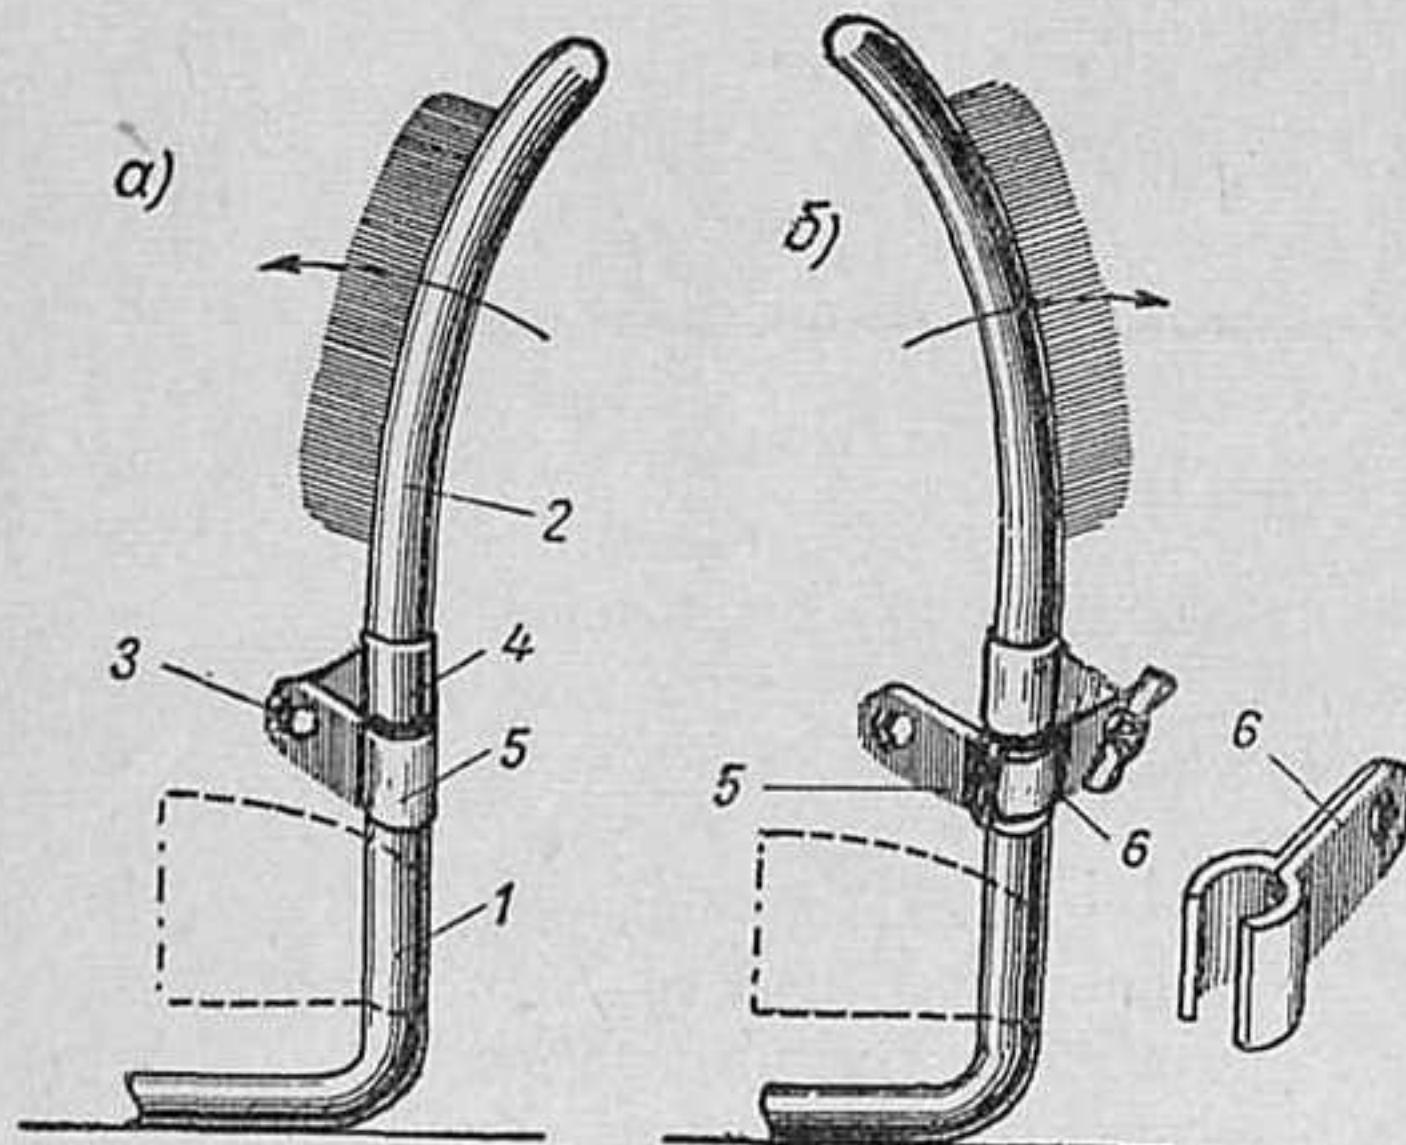

Рис. 1
1. Один из наиболее распространенных, но, на наш взгляд, далеко не самых удобных способов, заключается в следующем. Как известно, передние сидения стандартного автомобиля «Москвич» имеют откидывающиеся вперед спинки (рис. 1, а). Остов 1 сидения соединен с остовом 2 спинки шарнирно при помощи оси 3, пропущенной через отверстия в ушках муфт 4 и 5 и расклепанной с концов.
Некоторые туристы предпочитают приваривать к муфтам 5 дополнительные ушки 6 (рис. 1, б), в которых и закрепляют спинки сидений при устройстве постели.